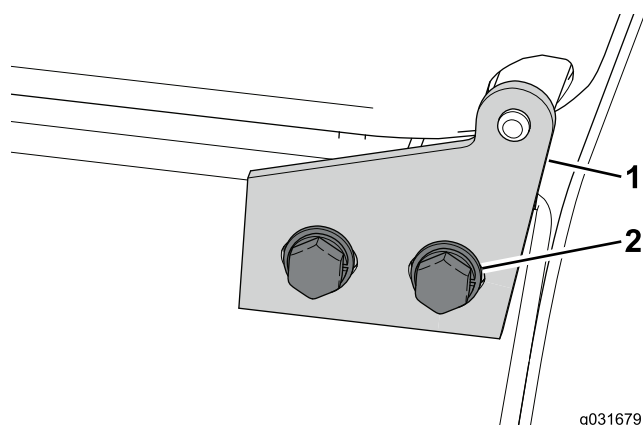

図 59
1. フードを蝶番に固定しているボルト4本を外す 図 59。